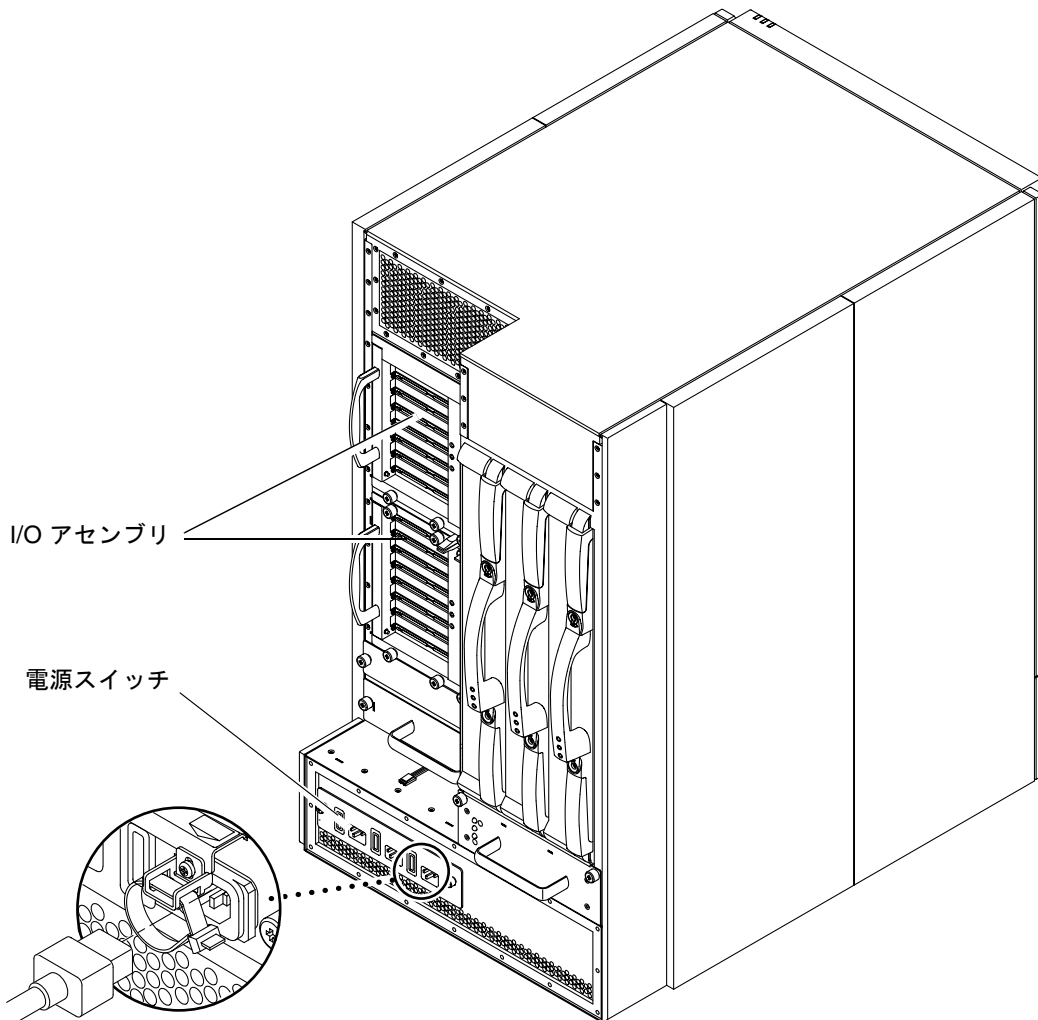

図 4-1 Sun Fire 4800 システムの電源スイッチ、電源コードソケット、I/O アセンブリの位置
1. 各電源スイッチを、オフの位置に入れます (図 4-1)。
I/O アセンブリによって、ドメインに対しネットワークインタフェースおよび周辺装置へのアクセスが提供されます (図 4-1)。
1. 各電源スイッチを、オンの位置に入れます (図 4-1)。
6. 各電源スイッチを、オンの位置に入れます (図 4-1)。